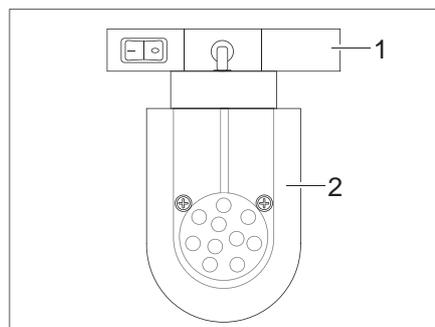

Bild 64 LED-Spotleuchte (Beispiel)
- Halterung (Bild 64,1) fassen und um 90° drehen.
- LED-Spotleuchte (Bild 64,2) aus Schienensystem entnehmen.
- LED-Spotleuchte (Bild 64,2) an gewünschter Position in das Schienensystem einsetzen und um 90° drehen.